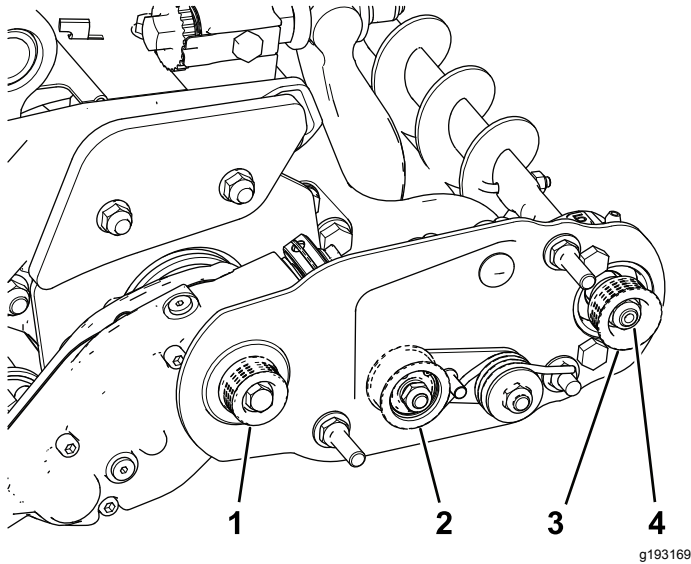
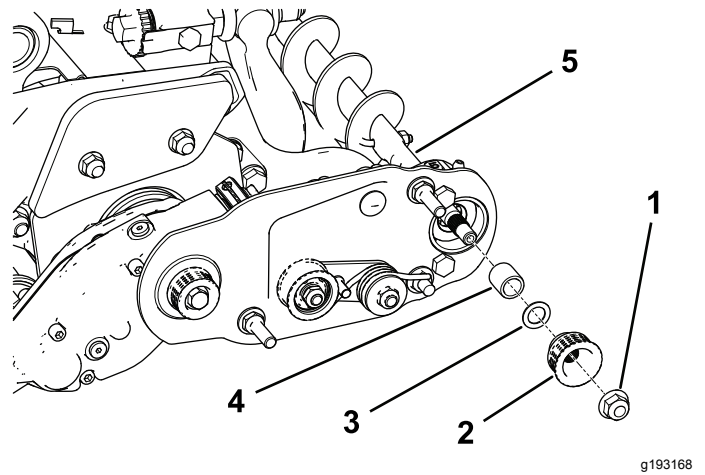

図 22
図 23
1. 受動プーリローラブラシのシャフト位置のは内外に動かすことができます 図 22。
2. リールを回しながらつまり駆動プーリを回しながら、駆動プーリからベルトをはずす 図 22。
3. 受動プーリをブラシシャフトに固定しているロックナットを取り外す 図 22または 図 23。
4. シャフトから受動プーリを取り外す 図 23。
5. プーリを外側に出したい場合には、0.8mm 厚のワッシャを1枚入れる 図 23。
6. 図 23のようにプーリを取り付ける。